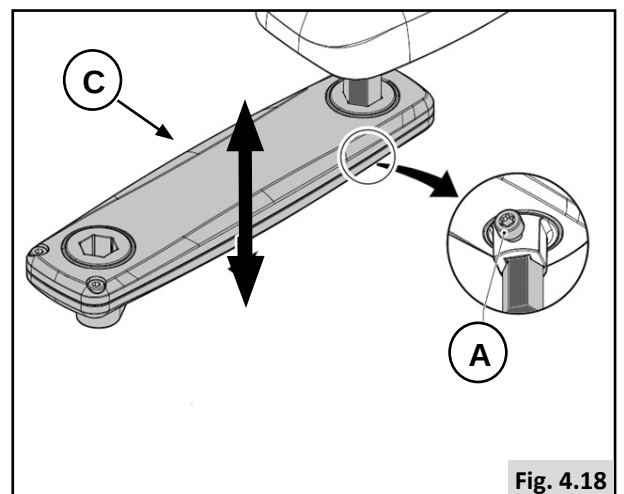
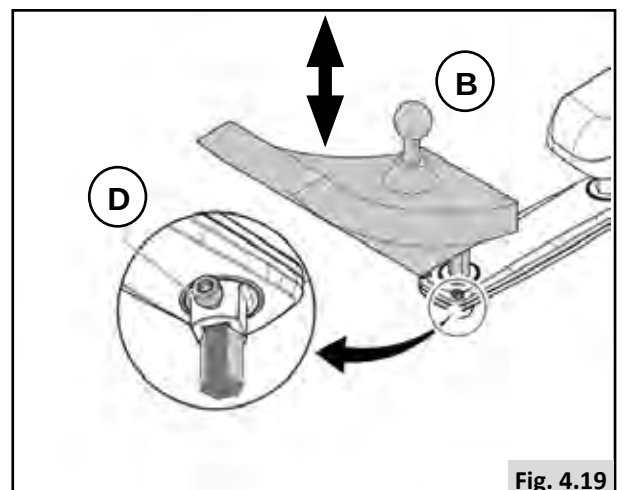

Fig. 4.18
Fig. 4.19
Réglage de la hauteur du boîtier de commande (1) (Fig. 4.18)
1. Desserrez (A).
2. Glissez (C) à la position désirée.
3. Resserrez (A).
Réglage de la hauteur du boîtier de commande (2) (Fig. 4.19)
1. Desserrez (D).
2. Glissez (B) à la position désirée.
3. Resserrez (D).